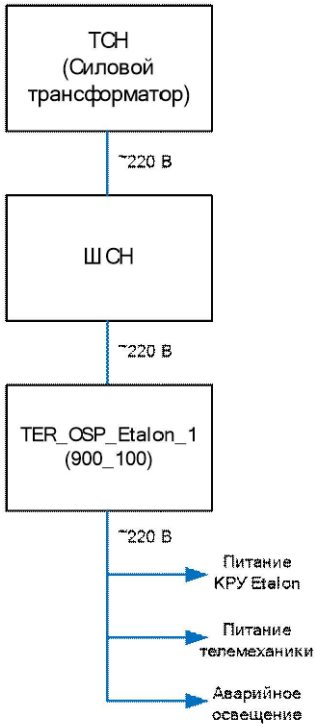

Рисунок 7.1. Структурная схема организации питания двух секций от ШБП.
- ШБП подключается по напряжению 220В от ТСН на секции РУ 10кВ. Структурная схема организации питания секций от ШБП приведена на Рис.7.1.